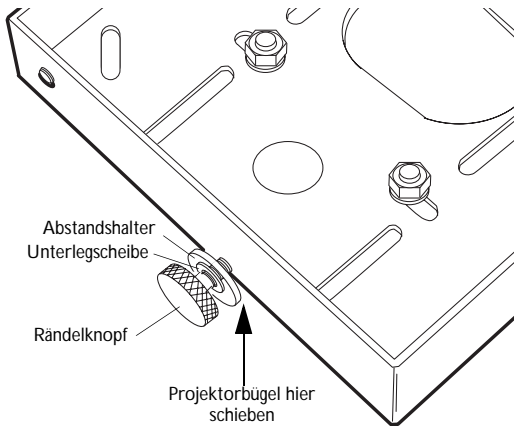

ABBILDUNG 4
- 1 Stecken Sie die Rändelknopf, Unterlegscheiben und Abstandshalter an jeder Seite des Sockels zusammen, wie in Abbildung 4 gezeigt.
- 3 Setzen Sie den Projektor und Befestigungsbügel zwischen die Abstandshalter und den Sockel in den Sockel ein (Abbildung 4). Schieben Sie den Projektorbügel nach vorne, bis sich die Rändelknopf vollständig in den vertikalen Schlitten befinden und den Projektor tragen.